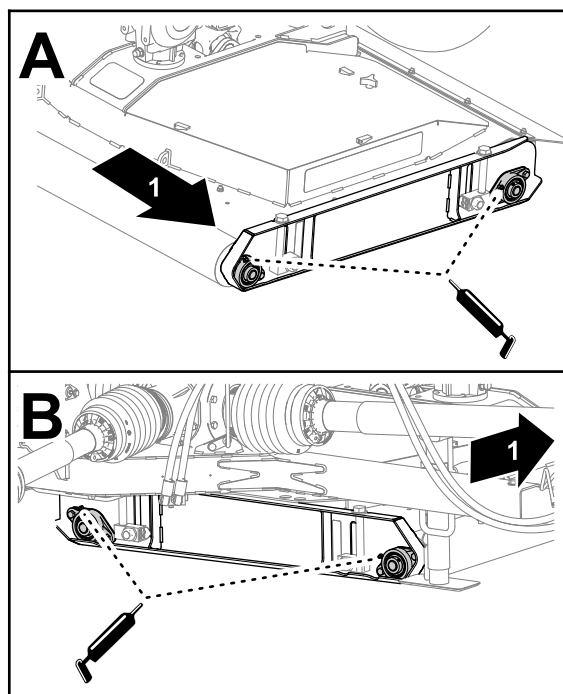

Рисунок 56
1. Введите консистентную смазку указанного типа в подшипники валиков дек на левой стороне деки (Рисунок 56).
2. Заправьте консистентной смазкой подшипники валиков дек на правой стороне деки (Рисунок 56).